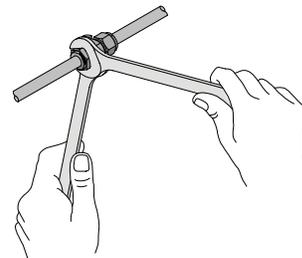

図 16: レンチを使用してナットを締め付ける
2. 継手ボディを固定し、レンチでナットを 1/2 回転まわして締め付けます (図 16)。